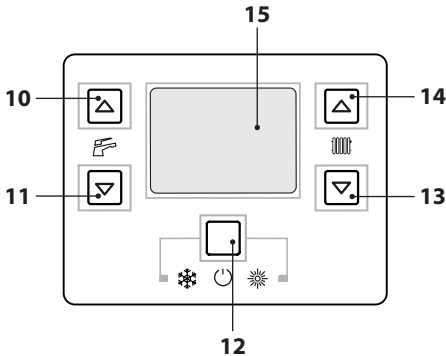

Figura 2.4
- Mantenga pulsado durante 2 segundos el botón 12 hasta que aparezca en el display el símbolo  (Figura 2.4).
La temperatura del agua caliente de impulsión de la calefacción puede regularse mediante los botones 13 (reducción) y 14 (aumento) (Figura 2.4) desde un mínimo de 38°C aproximadamente hasta
De todas formas, si la temperatura ambiente no resultase confortable, se puede aumentar o reducir la temperatura de impulsión de la instalación de calefacción en  $\pm 15^{\circ}\text{C}$  usando los botones 13 (reducción) y 14 (aumento) (Figura 2.4).
La temperatura del agua caliente sanitaria puede regularse mediante los botones 10 (aumento) y 11 (reducción) (Figura 2.4) desde un mínimo de  $35^{\circ}\text{C}$  aproximadamente hasta un máximo de aproximadamente  $60^{\circ}\text{C}$ . La primera vez que se pulsa uno de los dos botones se muestra el valor de "consigna", la segunda vez se puede modificar.